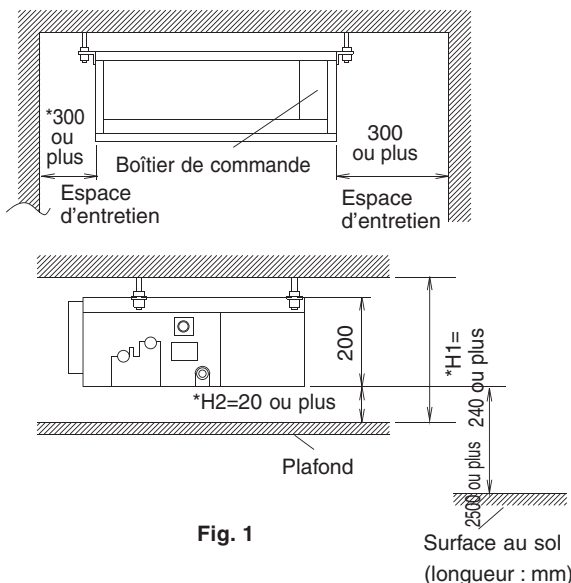

Fig. 1
- Où un espace suffisant pour l'entretien et les réparations est assuré. (**Reportez-vous à la Fig. 1**)